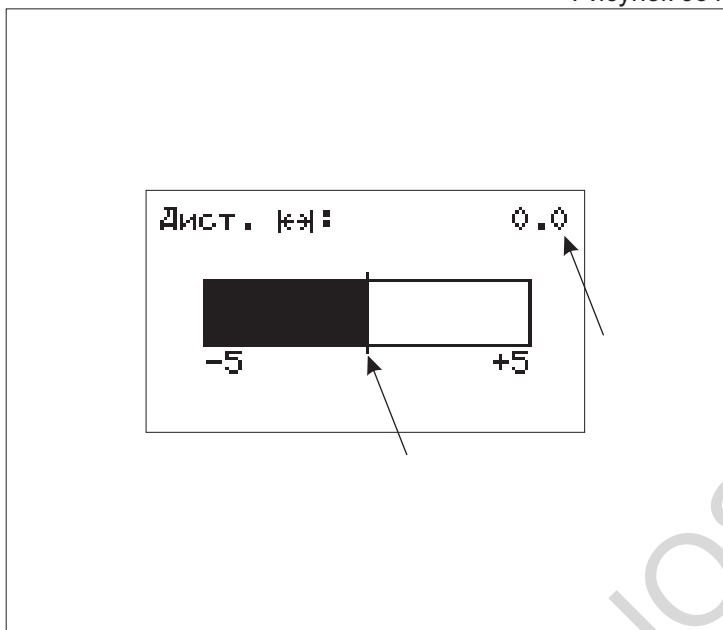

Рисунок 092
**8.4 Контроль трения (опционально)****(Рисунок 092)**